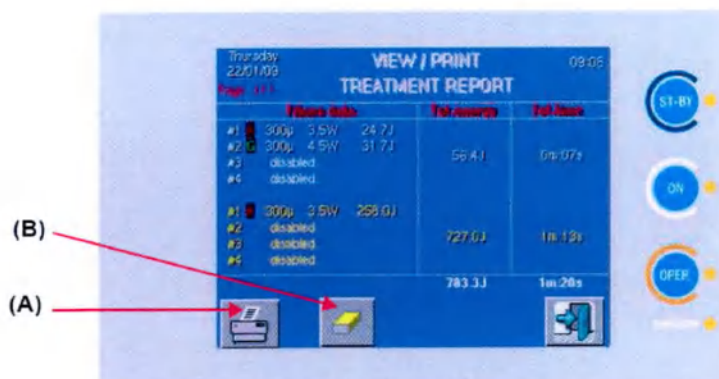

Рис. 36 – Меню «Печать»
Для печати отчета нажмите на область, обозначенную (A) на Рис. 36: пользователь должен будет выбрать между «detailed» («подробный») и «standard» («стандартный») форматами.
Оператору предлагается обнулять отчет при начале лазерной процедуры на новом пациенте, в противном случае смешиваются данные разных пациентов: используйте функцию (B) на Рис. 36.